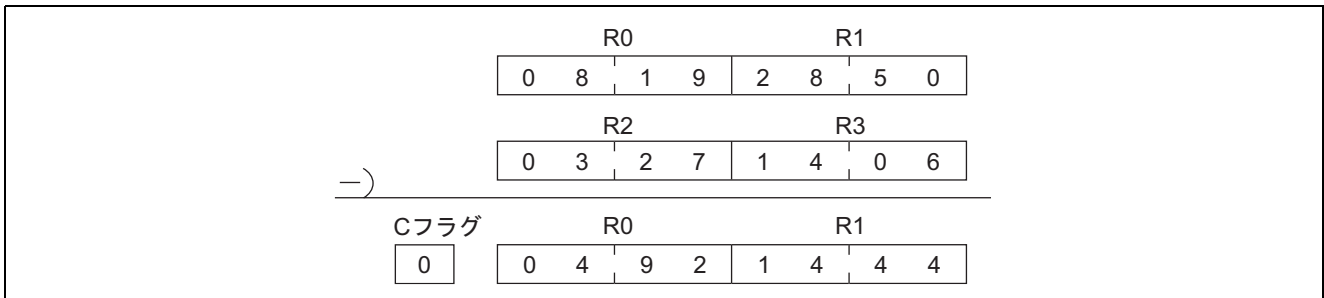

図 20-3 上位桁を使用しない減算例
- (1) 図 20-3 のように上位桁を使用しない場合は、上位桁に“0”を設定してください。“0”を設定していない場合、上位桁に設定されている不定のデータを含めて減算されるため、正確な減算結果は得られません。